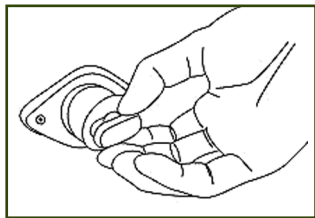

рис. 9
- Закройте отверстие сливного клапана пробкой (рис.9) .